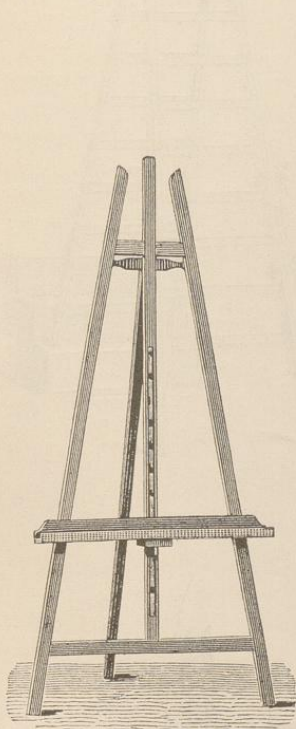
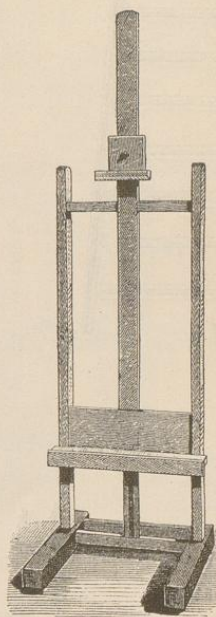

Fig. 333.
Fig. 334.
4. Die **Staffeleien** sind für den Tafelmaler ein unentbehrliches Gerät, aber auch der Dekorationsmaler wird sie vielfach benutzen können, wenn es sich um die Ausführung kleinerer Stücke in der Werkstatt handelt. Dieses Gerät wird in zahlreichen Formen, Größen und Preislagen hergestellt, je nach Zweck und Bedarf. Der Dekorationsmaler wird in erster Reihe auf Einfachheit und genügende Größe sehen. Die Fig. 333 giebt eine einfache, schrägstehende Staffelei wieder, während in Fig. 334 eine solche abgebildet ist, die das senkrechte Einstellen von Rahmen ermöglicht, zu welchem Zwecke der obere Schieber verstellbar ist.